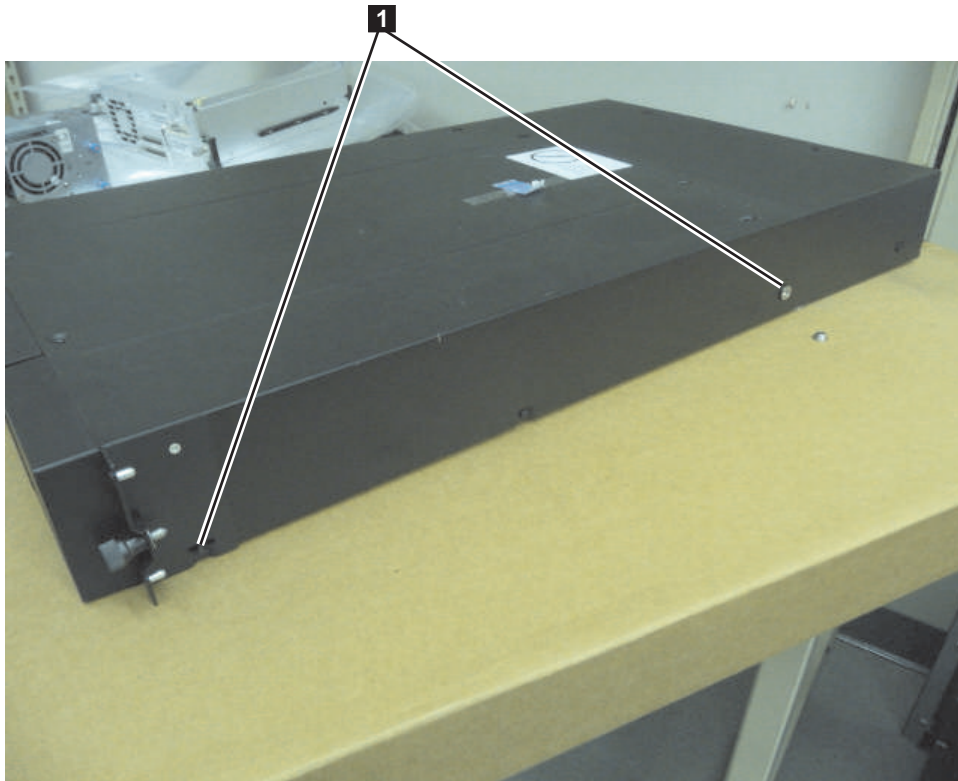

Figure 30. Fixations et étriers de fixation pour la bandothèque 2U
4. Avec la clé Torx qui vous a été fournie, retirez les vis (**1**) comme indiqué à la figure 30, à la page 48. Pour une bandothèque 4 U, l'emplacement des vis est similaire.
5. Installez les fixations (**2**) de chaque côté de votre bandothèque comme indiqué à la figure 30, à l'aide de vis à tête fraisée plus longues que vous trouverez dans votre kit.